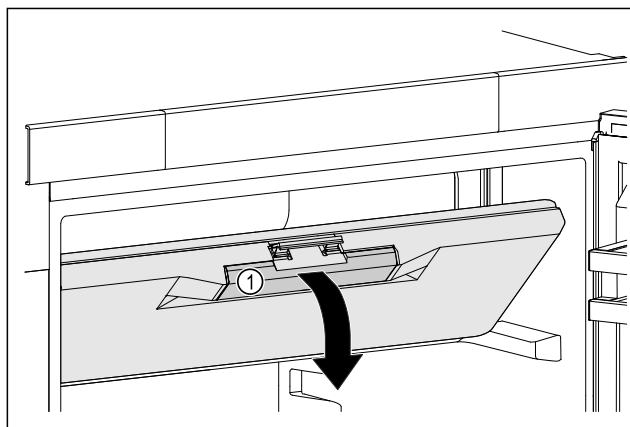

Fig. 52
- Afferrare lo sportello del vano congelatore dalla maniglia incassata Fig. 52 (1).